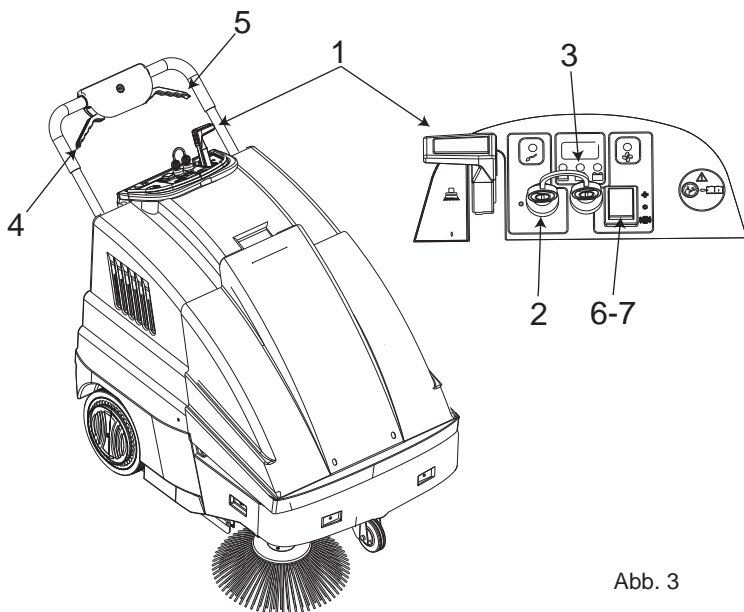

Abb. 3
- Den Hebel zum Anheben des Besens (Pos. 1 Abb. 3) auf „0“ stellen.
- Der Seitenbesen Pos. 1 Abb. 3 muss auf „0“ stehen.
- Den Schlüsselschalter Pos. 2 Abb. 3 auf „I“ stellen.
- Nach Drehen des Schlüssels etwa 10 s warten, bevor sich die Maschine einschaltet. Über die Anzeige Pos. 3 Abb. 3 prüfen, dass der Akku komplett aufgeladen ist, bevor mit der Arbeit begonnen wird. Andernfalls den Akku aufladen.
- Die Absaugung einschalten, indem der Schalter Pos. 7 Abb. 3 auf „I“ gestellt wird.
HINWEISE Die Absaugung ausschalten, indem der Schalter Pos. 7 Abb. 3 wieder auf „0“ gestellt wird, wenn die Maschine an einen anderen Ort gefahren wird.
- Den Antriebshebel Pos. 4 Abb. 3 ziehen und mit der Reinigung beginnen. Falls erforderlich, den Hebel Pos. 1 Abb. 3 bedienen und auf „I“ stellen, um den Seitenbesen einzuschalten. Nach Beendigung der Arbeit den Seitenbesen, falls er verwendet wurde, auf „0“ stellen, die Maschine ausschalten und die Schlüssel vom Bedienfeld abziehen.
Die Ladedauer des Akkus hängt von der planmäßigen Wartung und vom Entladezustand ab. Die Akkuladung darf nicht unter den von den Anzeigelampen in Pos. 3 Abb. 3 angegebenen Grenzwert sinken.